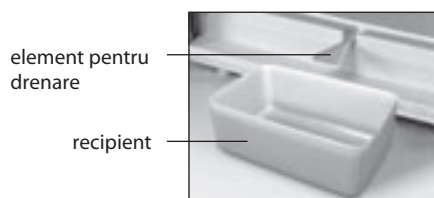

Figura 5 — Schema scurgerii apei rezultate în urma topirii din CF
- să instalați în conformitate cu figura 5 elementul de masă plastică pentru drenare și orice vas recipient cu volum de nu mai puțin de 2 litri pentru a colecta apa rezultată în urma topirii;